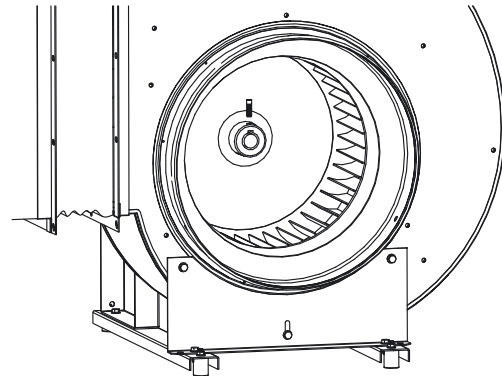

Рис. 4.10 GTLF-1-020...050 Снимите стопорную втулку и крыльчатку с вала двигателя.
- Снимите крепежный винт втулки (Рис. 4.10 и 4.11).